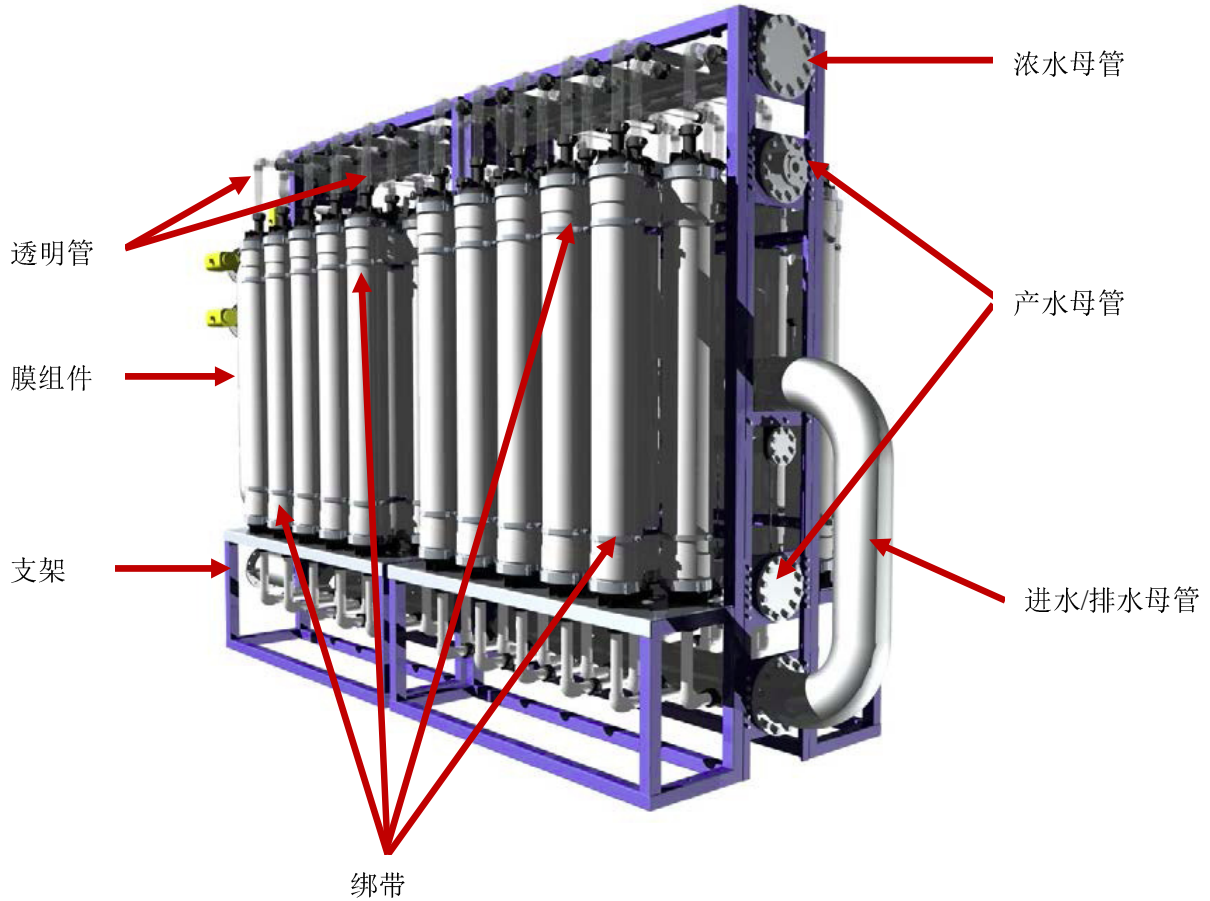

图2 推荐膜块设计图
4. 推荐膜块设计见图2。我们建议分别采用2个拷贝林卡箍连接膜组件上4个接口到膜块母管上：